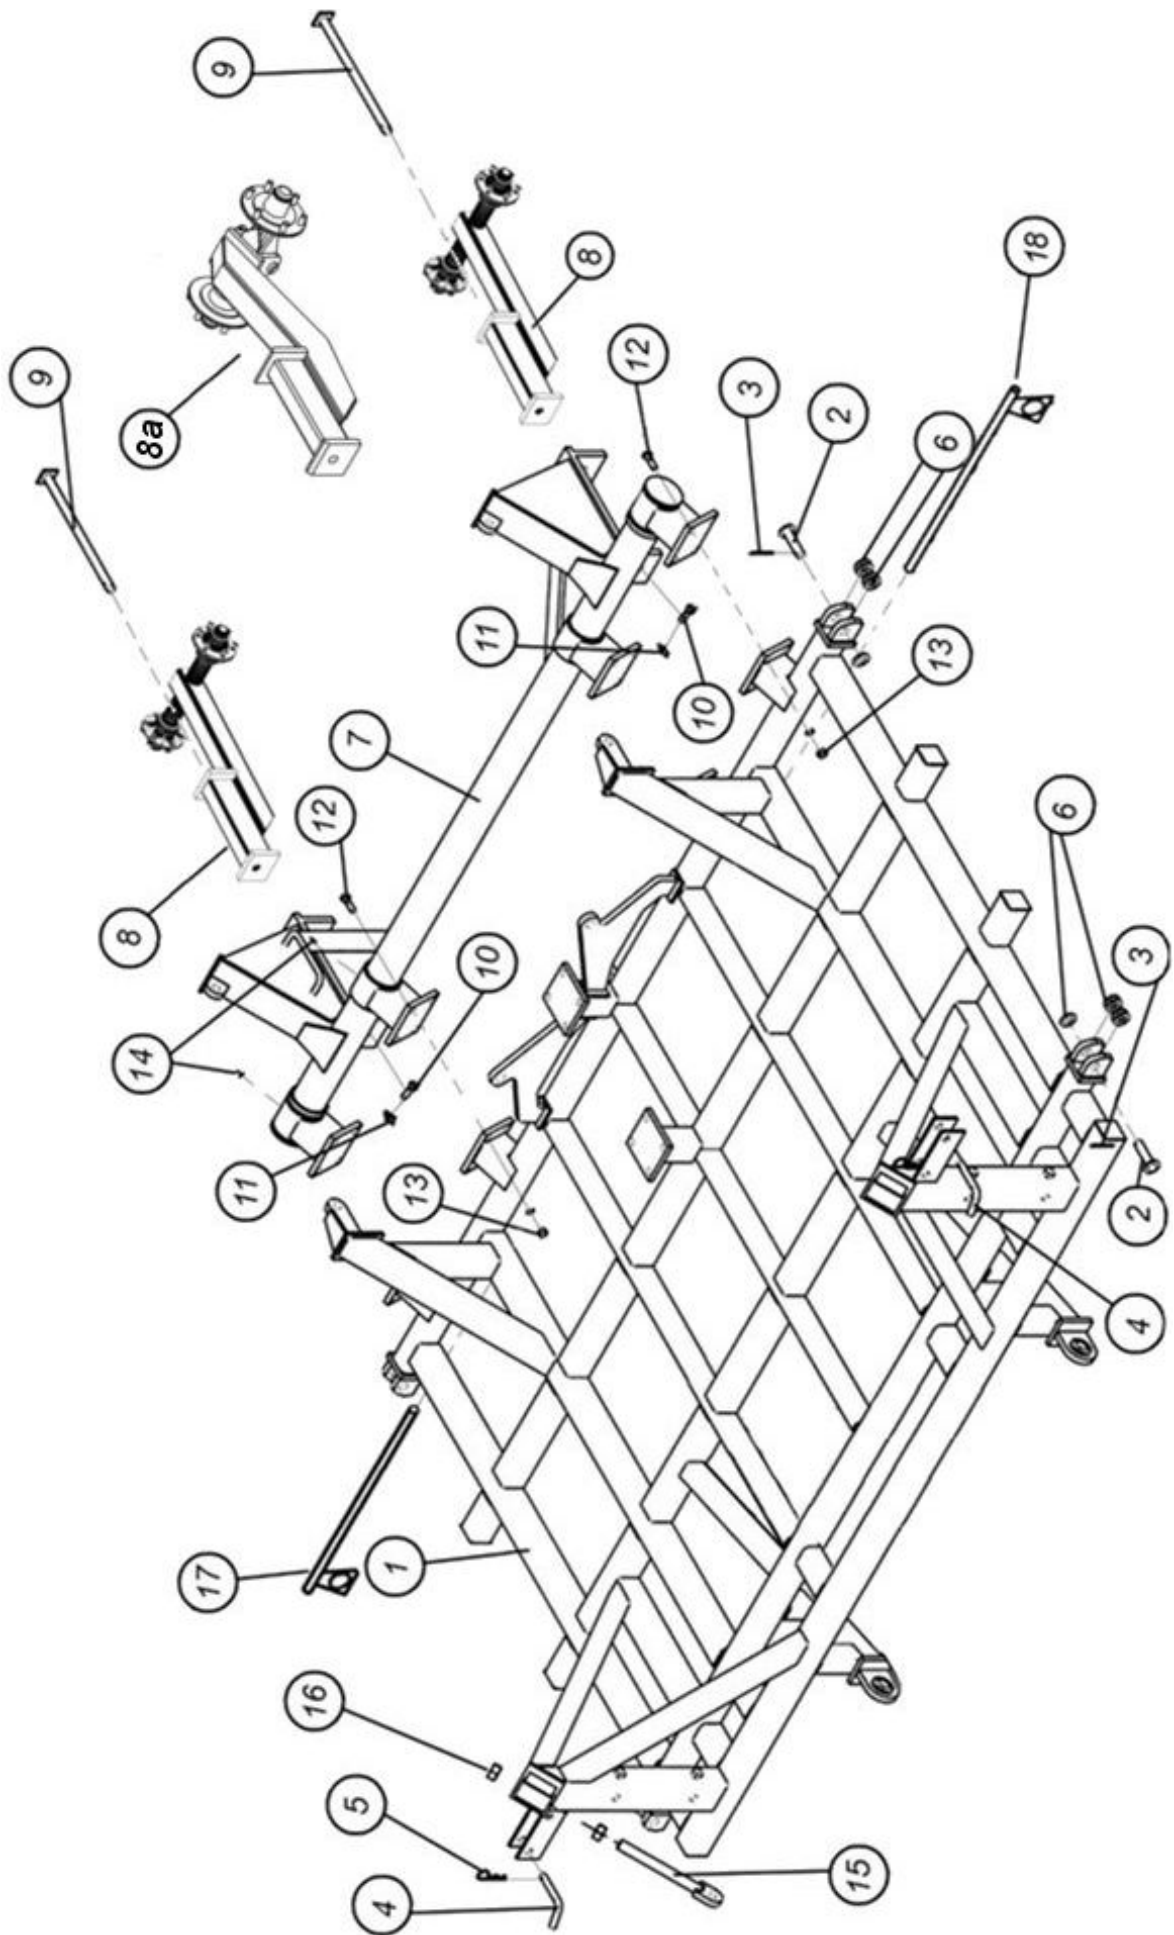

Рис. 6.1. Главная рама с поворотным валом и тележкой
6.1. Главная рама с поворотным валом и тележкой (рис. 6.1)